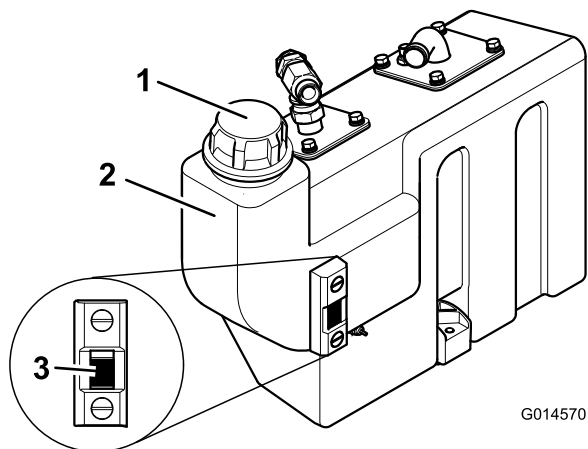

Figura 29
3. Qualora fosse necessario dell'altro olio idraulico, pulite attorno al collo del bocchettone e del tappo del serbatoio idraulico (Figura 29) e rimuovete il tappo.